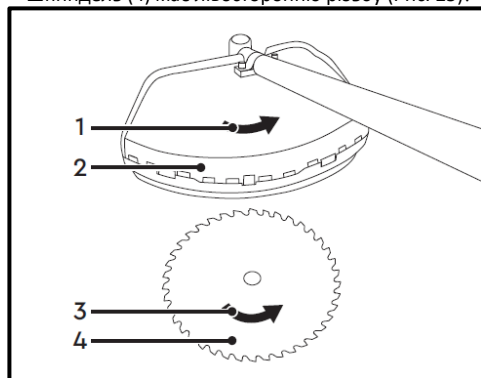

Рис. 25
- Шпиндель (4) має лівосторонню різьбу (Рис. 25)!
- Розташуйте ріжучий ніж (4) так, щоб стрілка (3), яка на ньому зображена, була спрямована в тому ж напрямку, що і стрілка (1) на захисному кожусі (2) (Рис. 25).